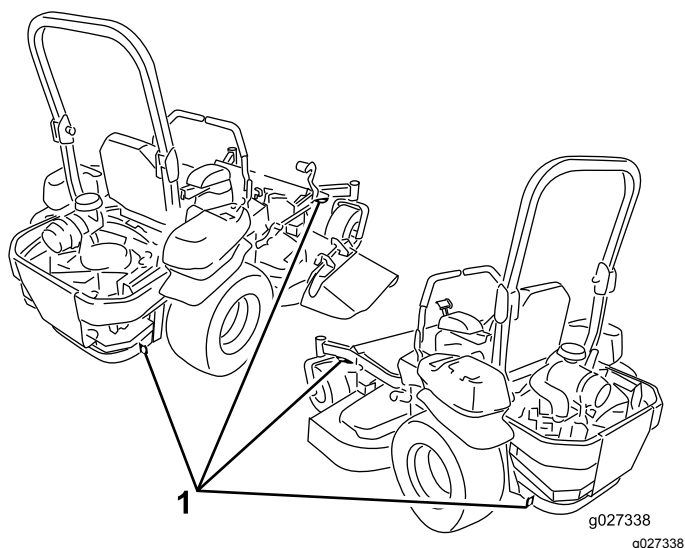

Figura 46
6. Prenda a máquina perto das rodas giratórias frontais e pára-choques traseiro com correias, correntes, cabos ou cordas (Figura 46). Consulte as diretrizes locais relativas a requisitos de dispositivos de fixação.